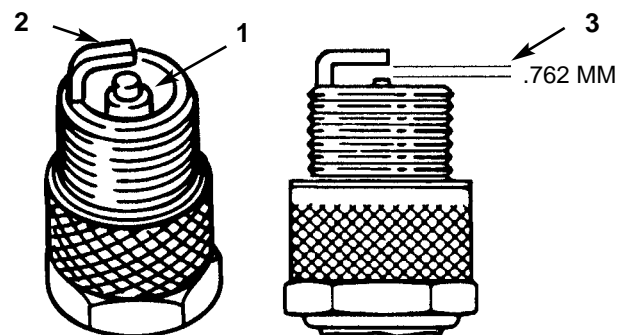

Fig. 23
1. Osservate il centro della candela (Fig. 23). Se l'isolatore ha un colore nocciola o grigio chiaramente visibile, il motore funziona normalmente. Eventuali incrostazioni nere sull'isolatore indicano che il filtro dell'aria è sporco.
2. Verificate la distanza tra gli elettrodi centrale e laterale (Fig. 23). Se non è corretta, piegate l'elettrodo laterale (Fig. 23).